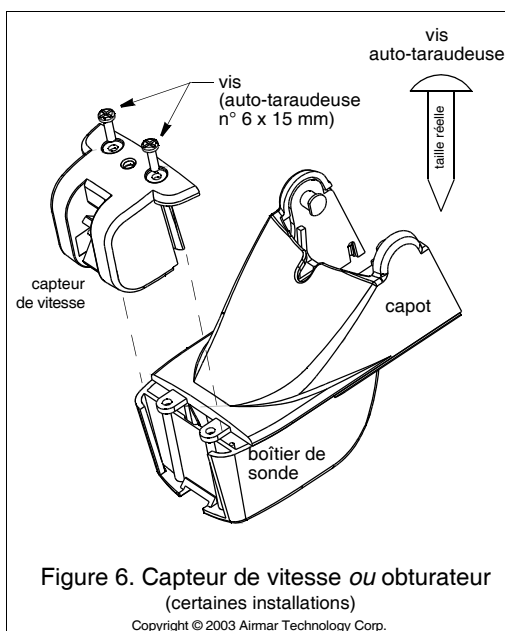

Figure 6. Capteur de vitesse ou obturateur (certaines installations)
1. Ôtez les deux vis de fixation du capteur de vitesse au boîtier (voir Figure 6).
5. Insérez les rails latéraux du capteur de vitesse ou de l'obturateur dans les rainures sur la face arrière du boîtier de sonde (voir Figure 6). Faites glisser le capteur de vitesse vers le bas. Fixez le capteur de vitesse ou l'obturateur à l'aide des deux vis autotaraudeuses n° 6 x 15 mm.